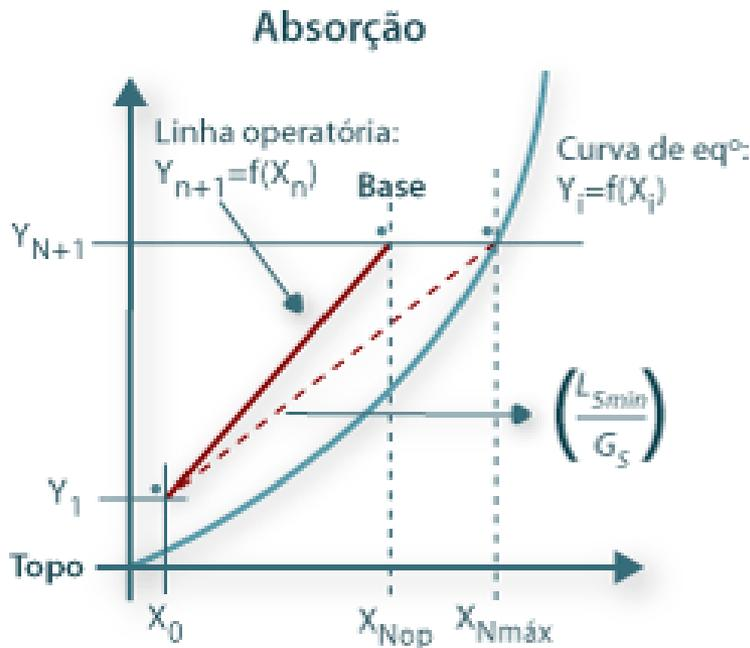
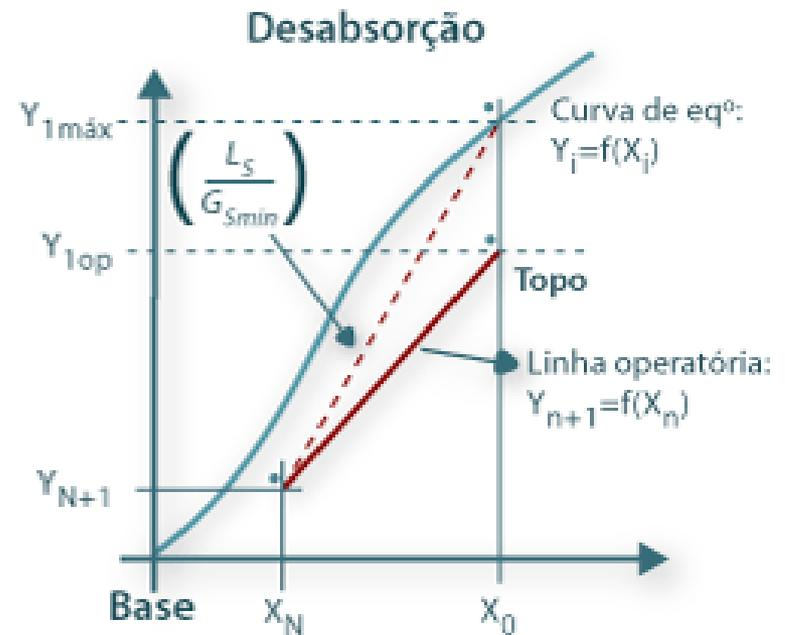

Figura 5
Figura 6
Na Figura 5 está ilustrada a separação em que a corrente da fase leve que entra *rica* e sai *pobre* de soluto, enquanto que a corrente da fase pesada tem comportamento inverso, entra *pobre* e sai *rica* (p. ex., *absorção*). Na Figura 6 a corrente leve entra *pobre* e sai *rica* de soluto, e a pesada, por sua vez, entra *rica* e sai *pobre* de soluto (p. ex., *dessorção* ou *desabsorção*, *extração líquido-líquido* quando tem um par insolúvel). Nas figuras LO indica *linha de operação*, e *linha de equilíbrio* (LE) ou *curva de equilíbrio* (CE). De posse dessas linhas, é possível determinar o número de estágios ideais ou teóricos.